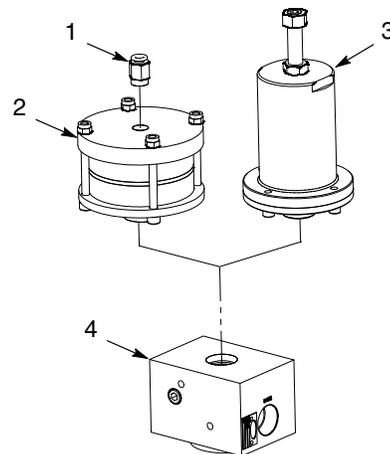

Abb. 4 Luftzylinderbaugruppe ersetzen
1. Siehe Abb. 4. Die Verschraubung (1) von der Luftzylinderbaugruppe (2) abnehmen.
2. Die Luftzylinderbaugruppe (2) vom Dosierkopfgehäuse (4) abschrauben.
3. Die neue Luftzylinderbaugruppe (2) bis zum Anschlag in das Dosierkopfgehäuse (4) schrauben.
4. Rohrgewindepaste auf das Gewinde der Verschraubung (1) auftragen. Die Verschraubung in der Luftzylinderbaugruppe (2) installieren und gut festziehen.
1. Siehe Abb. 4. Die Federaktorbaugruppe (3) vom Gehäuse (4) abschrauben.
2. Die neue Federaktorbaugruppe (3) bis zum Anschlag in das Gehäuse (4) schrauben.